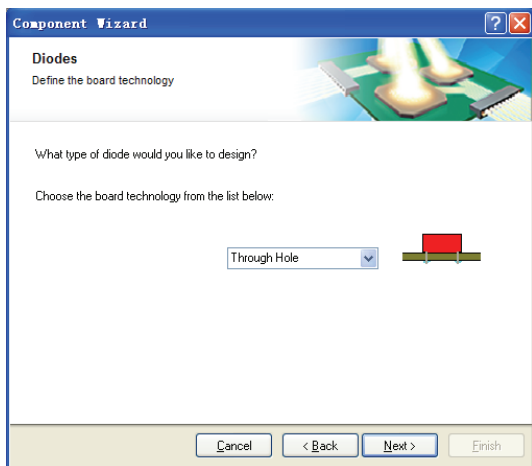

图 10-40 选择二极管封装类型对话框
(3) 单击 按钮进入下一步，选择二极管封装的类型，如图 10-40 所示。有两种类型可以选择：针脚式封装和表贴式封装，这里使用默认的针脚式封装形式。